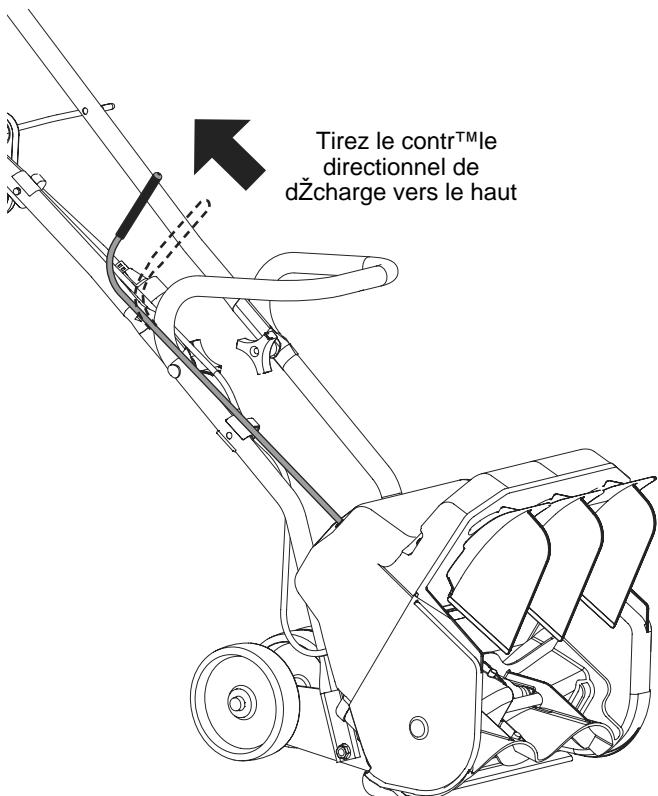

Fig. 6
2. Saisissez fermement la poignée du contrôleur directionnel de décharge et tirez vers le haut. Ceci dégage la tige, sous tension de ressort, de la fente de direction de décharge actuelle, et libère son mouvement (Fig. 6).
- ¥ Si vous transportez la machine avec les poignées pliées, veillez à ne pas toucher ou plier accidentellement la commande directionnelle de décharge (Fig. 6). Si vous pliez ou endommagez la commande, vous ne pourrez plus régler les vannes.